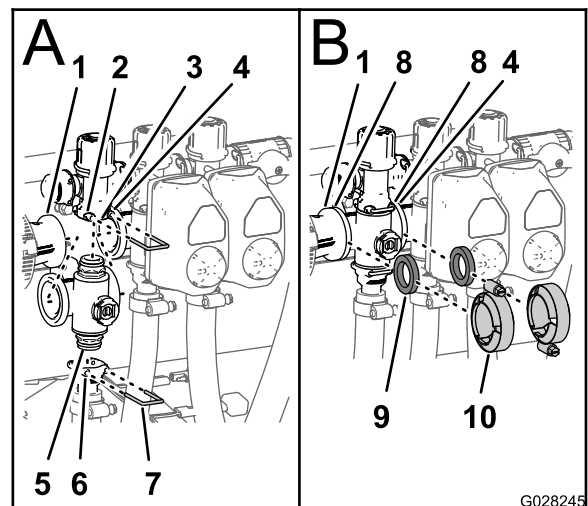

Bild 78
- Setzen Sie das obere Endkappen-Anschlussstück des Verteilerventils in das Anschlussstück des Sicherheitsventils ein (Bild 78 A).
- Stecken Sie einen Halter in die Buchse des Anschlussstückes des Sicherheitsventils, um das Endkappen-Anschlussstück am Anschlussstück des Sicherheitsventils zu befestigen (Bild 78 A).
3. Montieren Sie das Auslaufanschlussstück am unteren Endkappen-Anschlussstück des Verteilerventils (Bild 78 A).
4. Stecken Sie einen Halter in die Buchse des Auslaufanschlussstücks, um das Endkappen-Anschlussstück am Auslaufanschlussstück zu befestigen (Bild 78 A).
5. Fluchten Sie eine Dichtung zwischen den Flanschen der Reduzierkupplung und dem Abschnittventilverteiler aus (Bild 78 B).
6. Montieren Sie die Reduzierkupplung, die Dichtung und den Abschnittventilverteiler mit einer Klemme und ziehen sie mit der Hand an (Bild 78 B).
7. Fluchten Sie für den Einbau der zwei ganz linken Abschnittventile eine Dichtung zwischen den Flanschen der zwei danebenliegenden Abschnittventilverteiler aus (Bild 78 B).
8. Montieren Sie die zwei benachbarten Abschnittventilverteiler und die Dichtung mit einer Klemme und ziehen sie mit der Hand an (Bild 78 B).